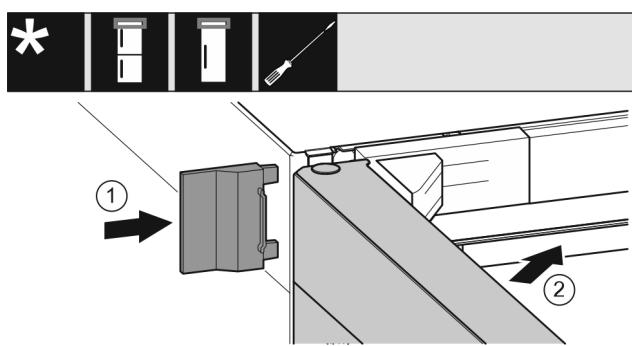

Fig. 20
- Potisnite zunanjji pokrov gor. Fig. 20 (1)
- Zaprite zgornja vrata. Fig. 20 (2)